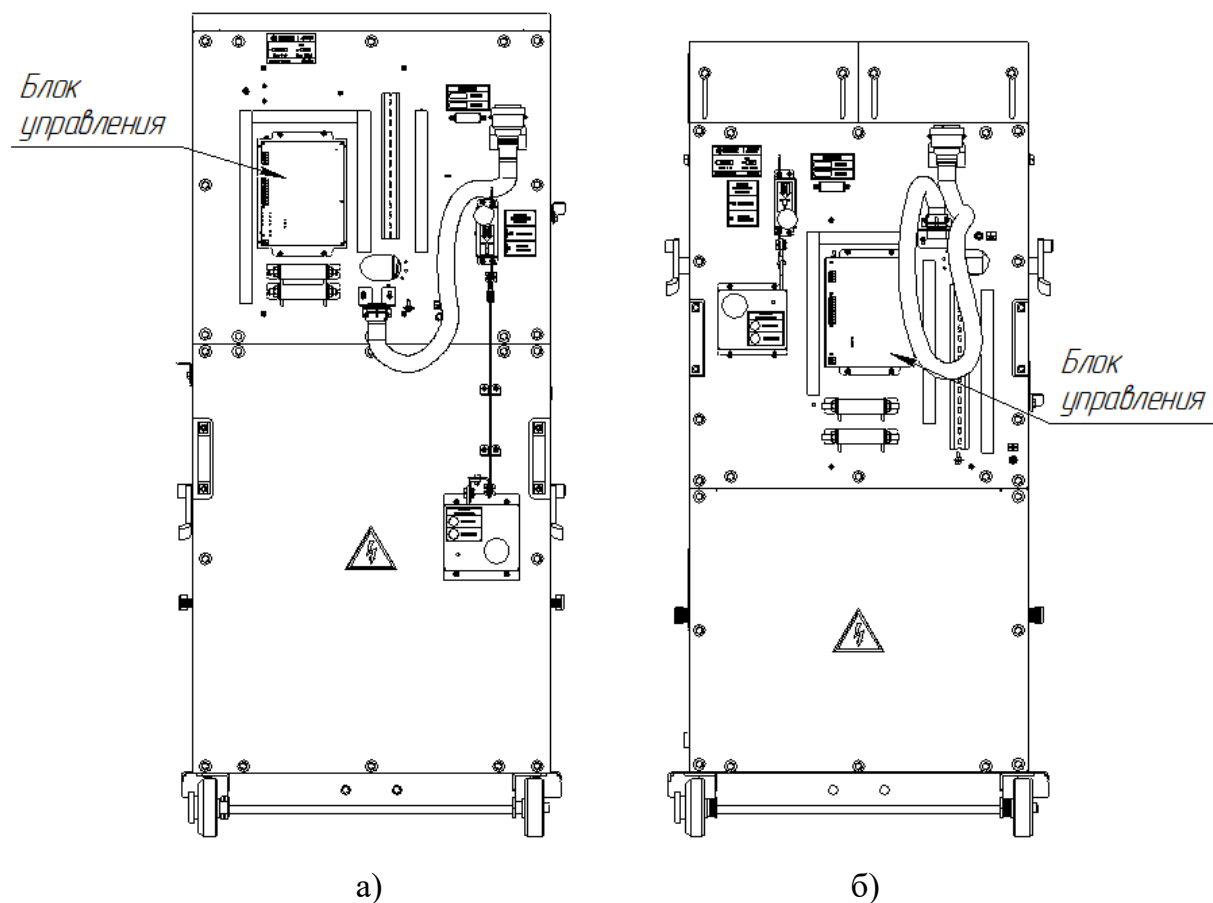

Рисунок 3 – Состав выкатного элемента КЭПС-ВЭ КРУ2-10 (КВЭ-10): а) вал вниз;
1.3.3 За кожухом располагаются (рисунок 3) расположен блок управления коммутационным модулем и элементы вторичных цепей (предварительно согласованных с заказчиком).
**1.6.1** Механизм блокировки и отключения выключателя размыкает цепь включения коммутационного модуля (срабатывает концевой выключатель, который размыкает цепь включения коммутационного модуля), обеспечивает механическую блокировку включения коммутационного модуля и разрешает перемещения выкатного элемента. Реализуется это следующим образом, для вкатывания выкатного элемента в шкаф КРУ необходимо кнопку механизма блокировки и отключения перевести в положение «ОТКЛЮЧЕН И ЗАБЛОКИРОВАН» (рисунок 3). Далее при помощи вращения ключа и переместить выкатной элемент в нужное положение. Если после перемещения выкатного элемента необходимо включить коммутационный модуль, то кнопку механизма блокировки и отключения необходимо вернуть в положение «РАЗБЛОКИРОВАН» тем самым коммутационный модуль будет разблокирован.